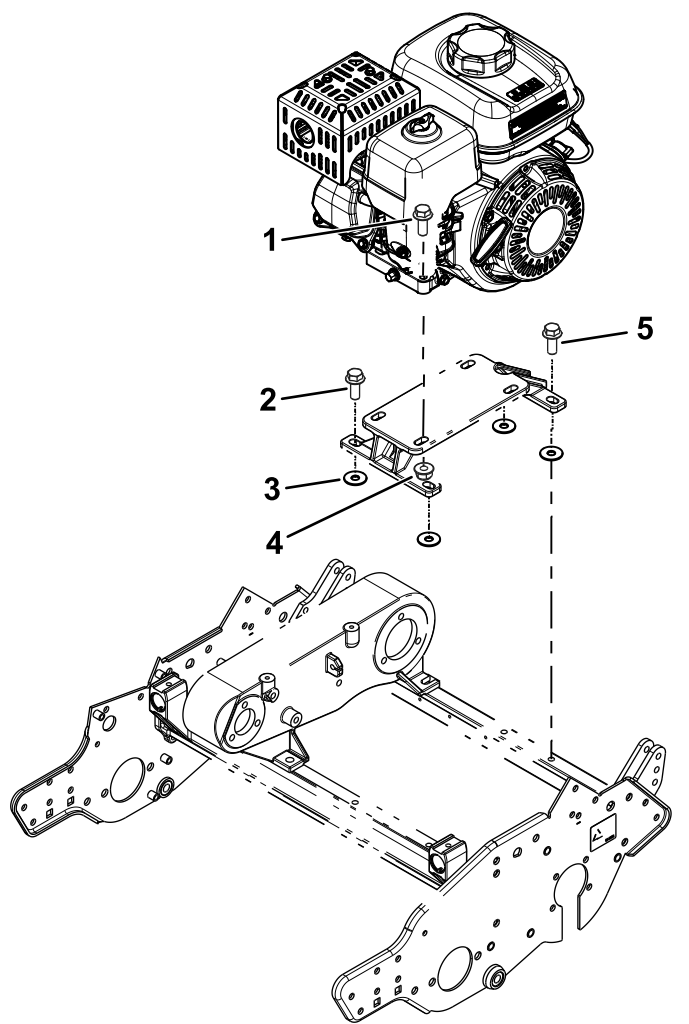
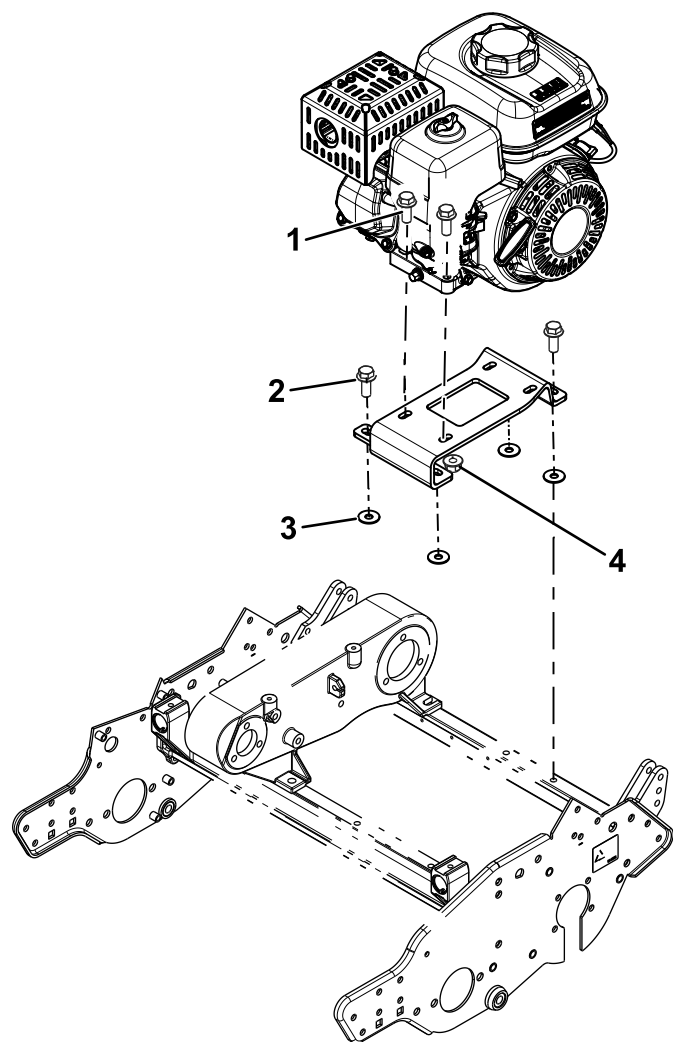

図 4
図 5
- 製造年度 2012 - 2014 年の製品先ほど外したエンジン取り付けブラケットを取り付ける先ほど取り外したボルトとワッシャ 3/8 x 1-1/8" 4枚を使用して図 4 のように取り付ける。
左後ろエンジンボルト図 4 を仮付けする。
4. 製造年度 2008 - 2011 年の製品キットに入っているエンジン取り付けブラケットを取り付ける先ほど取り外したボルトとワッシャ $\frac{3}{8}$ x 1-1/8"4枚を使用して図 5のように取り付ける。
左前エンジンボルト図 5を仮付けする。
5. 外したボルトとナットを再利用してエンジンをエンジン取り付けブラケットに取り付ける 図 4と図 5。
15. 製造年2012 - 2014 年 エンジンベースから左後ろボルトを外し 図 4、このボルトを使って R クランプとスロットルケーブルをエンジンベースに固定する。
16. 製造年2008 - 2011 年 エンジンベースから左前ボルトを外し 図 5、このボルトを使って R クランプとスロットルケーブルをエンジンベースに固定する。
18. エンジン取り付けボルトおよびエンジン取り付けブラケットのボルト全部を締め付ける 図 4。